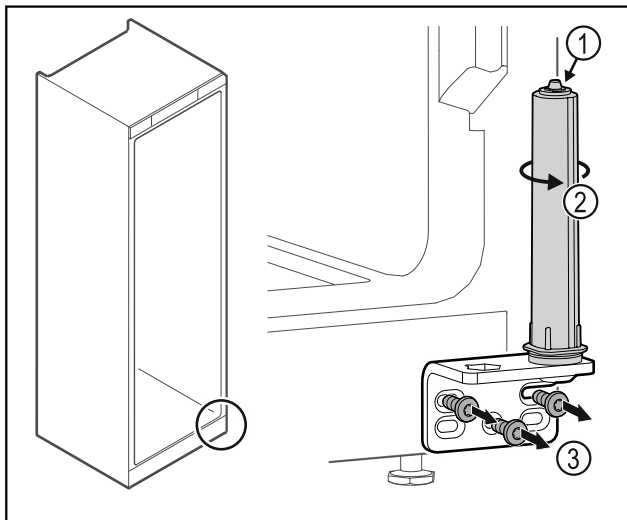

Fig. 39
- Ne pas désassembler le système de fermeture de la porte Fig. 39 (1).
- ▶ Tourner le système de fermeture Fig. 39 (2) jusqu'à entendre un clic.
- ▶ Dévisser l'équerre de la charnière Fig. 39 (3).